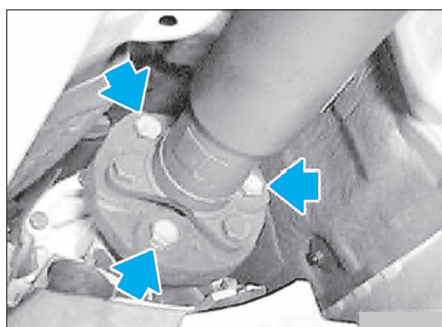

FIG. 1
- Déposer les vis du flector avant (Fig.1).